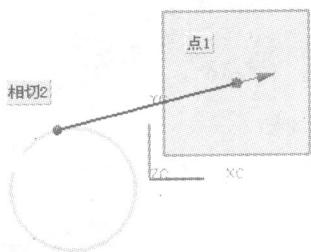

图 1-13 建立相切直线
- 选择【限制 2】为【直至选择对象】选项, 单击圆弧, 建立相切直线, 如图 1-13 所示。